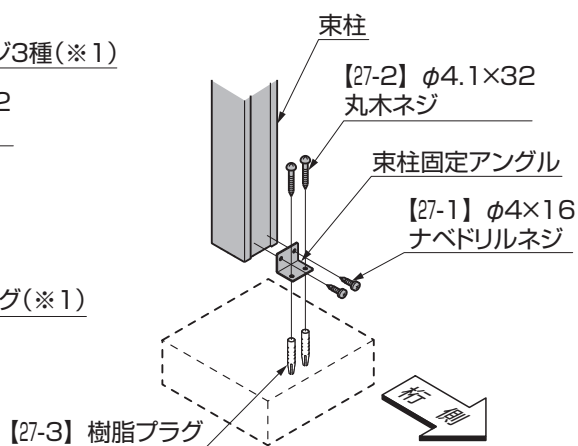

図3-6 束柱の固定
④束柱下面に束柱固定アングルを【27-1】で固定してください。(図3-6参照)
⑤「3 柱の位置出し」を参照して柱ベースプレート、中間柱ベースプレート、束柱固定アングルの位置を確認してください。